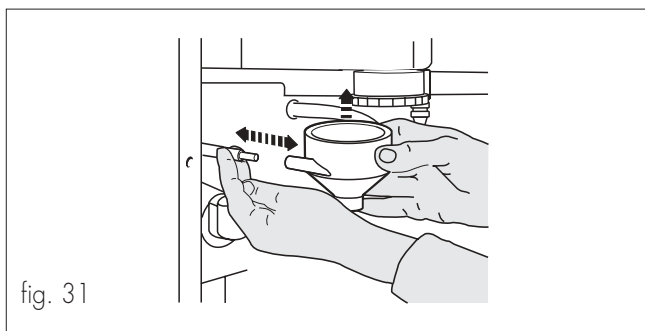

fig. 31
- Quitar el embudo de soluble junto con la tapa para el embudo, prestando atención en no dañar las juntas situadas en las extremidades. Separarlos de la parte inferior extrayendo la boquilla con tubo de silicona (fig. 31).